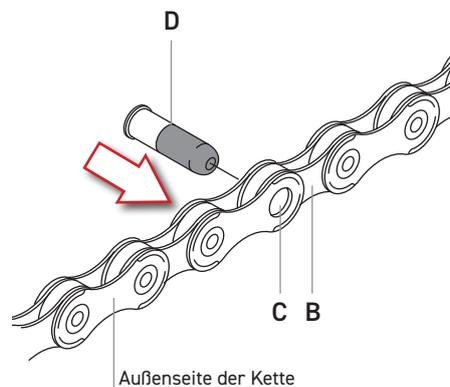

Abb.8
- Setzen Sie das innere Kettenglied (B - Abb. 8) in das äußere Kettenglied (C - Abb. 8) ein, führen Sie dann von der Innenseite der Kette her nach außen den Führungsstift des Verschlussnietes (D - Abb. 8) in das Loch des Kettengliedes ein.